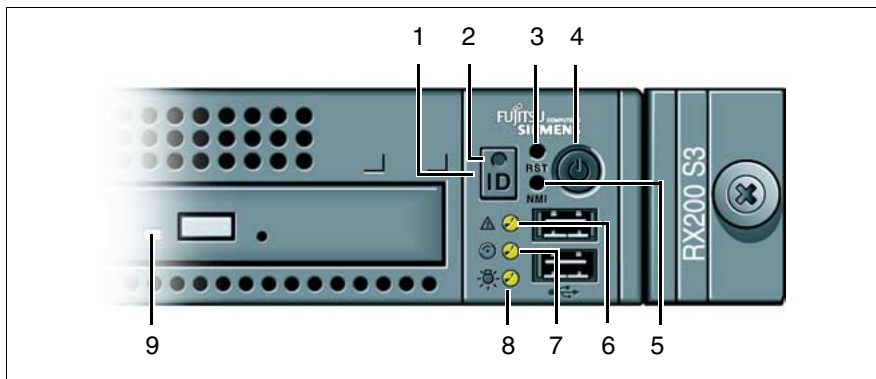

Ilustración 11: Elementos de mando y visualización en la parte frontal
Los elementos de mando y de visualización en la parte frontal están representados en la ilustración 11 en la página 49.
El indicador de funcionamiento (posición 6 en la ilustración 11 en la página 49) se ilumina en naranja (modo standby).
- ▶ Pulse la tecla de conexión/desconexión (posición 9 en la ilustración 11 en la página 49).
El indicador de funcionamiento (posición 6 en la ilustración 11 en la página 49) se ilumina en verde.
- ▶ Pulse la tecla de conexión/desconexión (posición 9 en la ilustración 11 en la página 49) o envíe la correspondiente señal de control (véase “Otras posibilidades de conexión/desconexión” en la página 58).